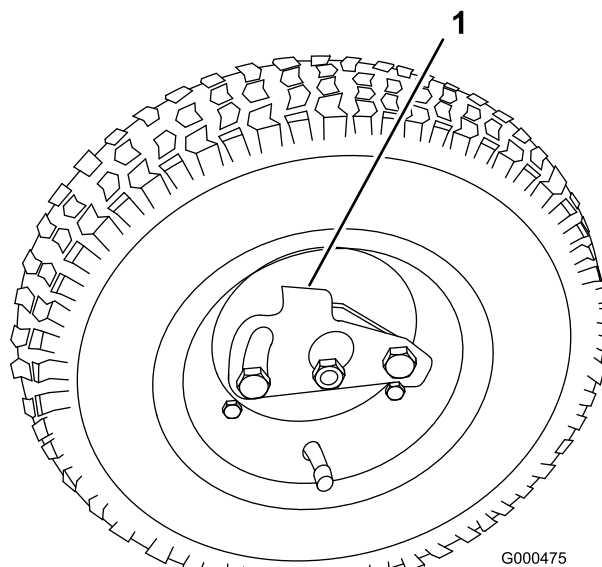

Figura 8
2. Premete la clip di bloccaggio verso il centro della ruota, e collocate quest'ultima sull'albero esagonale (Figura 8).